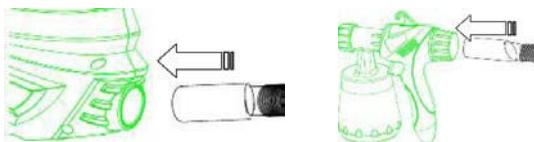

Рис.2. Подсоединение воздушного шланга
6.3. Установить воздушный шланг. Плотно вставить воздушный шланг в разъемы турбонагнетателя и краскопульта, см.рис.2